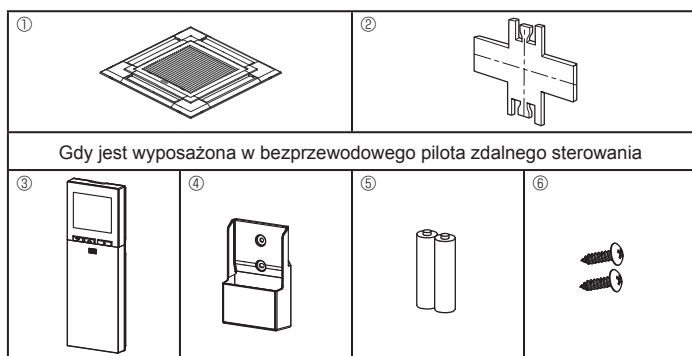

Fig. 9-1
9.1. Sprawdzanie zawartości opakowania (Fig. 9-1)